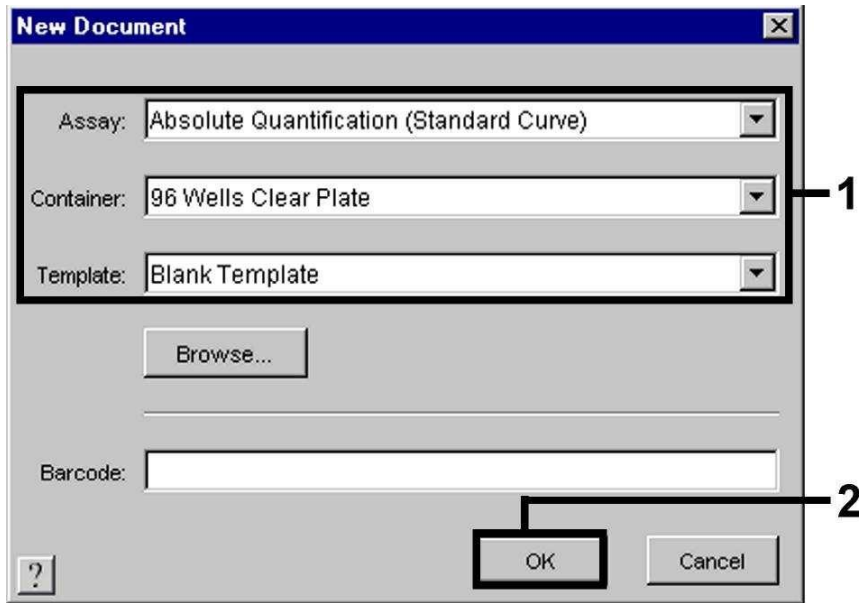

Fig. 16: Pré-definições para a criação de um novo ensaio de PCR (*New Document*).
Selecione no *ABI PRISM 7900HT SDS* o ítem *New* do menu *File* e introduza ao novo documento os seguintes ajustes básicos (ver Fig. 16). Um Template gravado anteriormente (*ABI PRISM SDS Template Document* [\*.sdt]) encontra-se à sua disposição na lista de *Template* ou pode ser seleccionado através da função *Browse* (ver capítulo 8.5.3.5 **Gravação do Ensaio de PCR**). Confirme as suas definições (OK).